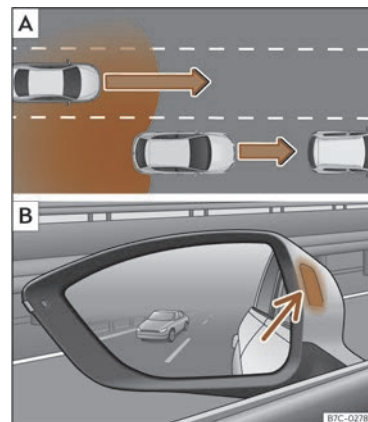
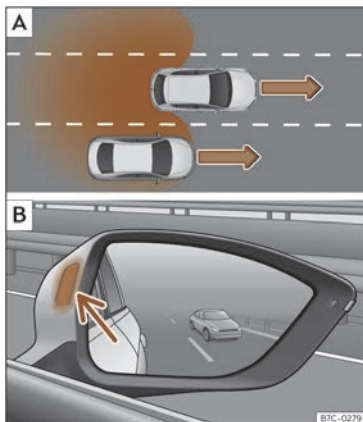

Fig. 122 Representación esquemática: **A** Adelantamiento con tráfico en la parte trasera. **B** Indicación del asistente de cambio de carril en el lado izquierdo.
Fig. 123 Representación esquemática:
En las siguientes situaciones se muestra una indicación en el testigo de control >>> **fig. 122 B** (flecha) o >>> **fig. 123 B** (flecha):
- Cuando se es adelantado por otro vehículo >>> **fig. 122 A**.
- Cuando se adelanta a otro vehículo >>> **fig. 123 A** con una diferencia de velocidad de aprox. 10 km/h (6 mph). Si el adelantamiento es considerablemente más rápido, no se muestra ninguna indicación.